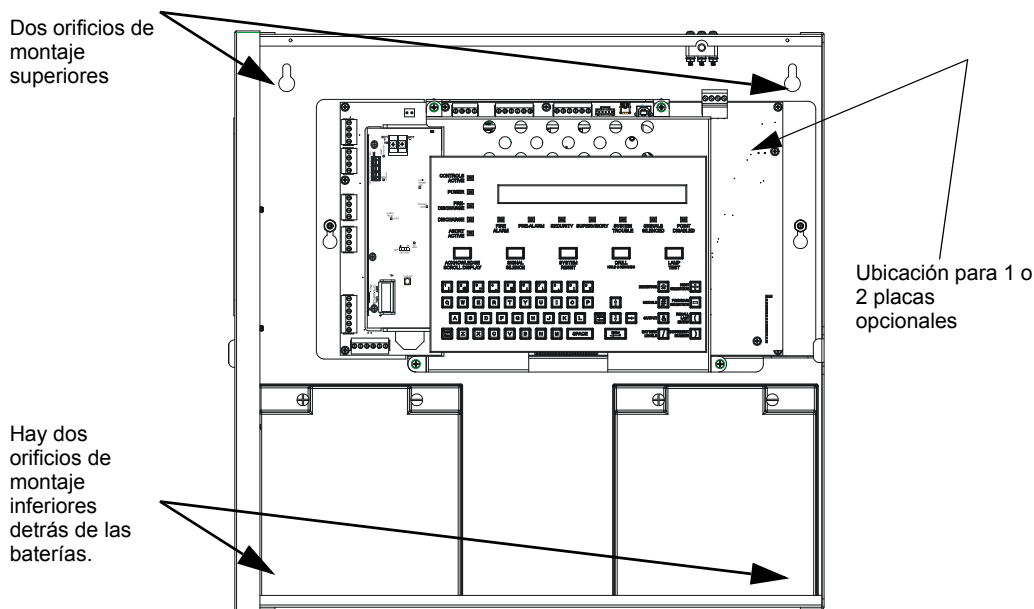

Figura 3.1 NFS-320/E/C en gabinete
- Para un montaje seguro, utilice los cuatro orificios en la superficie posterior de la caja de conexiones. (Vea la figura 3.1.)